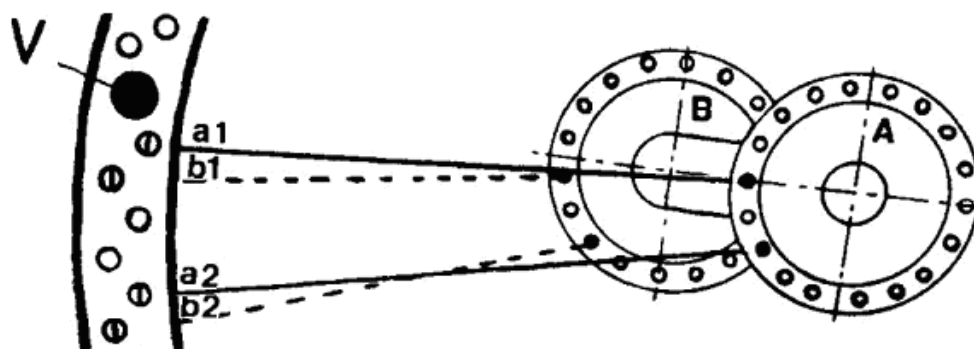

FIG.15
We steken spaak A1 (zie fig.15) van buiten naar binnen en bevestigen deze in het spaakgat in de velg LINKS naast het ventielgat. We slaan nu een gaatje op de naaf over en steken de tweede spaak (A2) van buiten naar binnen. Op de velg slaan we nu drie gaatjes over, en monteren de nippel in het vierde spaakgat LINKS van het ventiel. Zo gaan we door tot kant A vol is: negen spaken! Zoals we in fig.15 zien liggen de spaakgaten op de andere flens (B) iets verschoven. We trekken een denkbeeldige lijn door het gaatje in de naafflens A waarin A1 zit. In het gaatje op naafflens B dat LINKS van A1 zit, steken we een volgende spaak (B1) van buiten naar binnen. We monteren spaak B1 LINKS van A1. Voor montage van B2, slaan we weer een gaatje op flens B over, en drie gaatjes op de velg. B2 komt LINKS van A2 enz., tot ook in flens B negen spaken zitten.